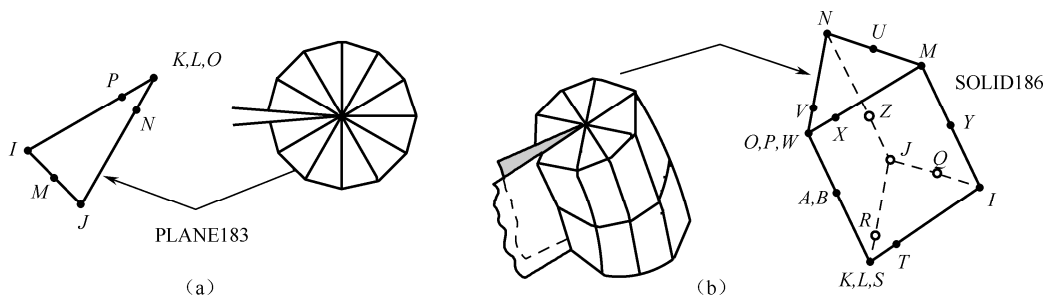

图 7-3 2D 和 3D 模型奇异单元
(1) 上下裂纹面需要保持一致;
(2) 围绕裂尖(裂纹前缘)的单元应是二次奇异单元, 其中间节点被移至 1/4 边处, 如图 7-3 所示, PLANE183 为 2D 奇异单元, SOLID186 为 3D 奇异单元。